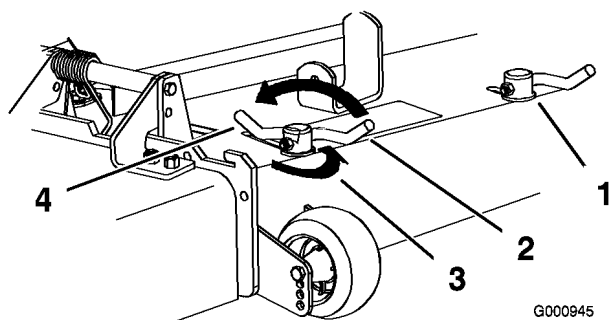

Bild 21
3. Wenn Sie die Haltenocken einstellen möchten, schieben Sie den Hebel nach oben und lösen Sie die Haltenocke (Bild 21).
5. Schieben Sie den Hebel zurück, um das Ablenkblech und die Haltenocken festzuziehen (Bild 21).